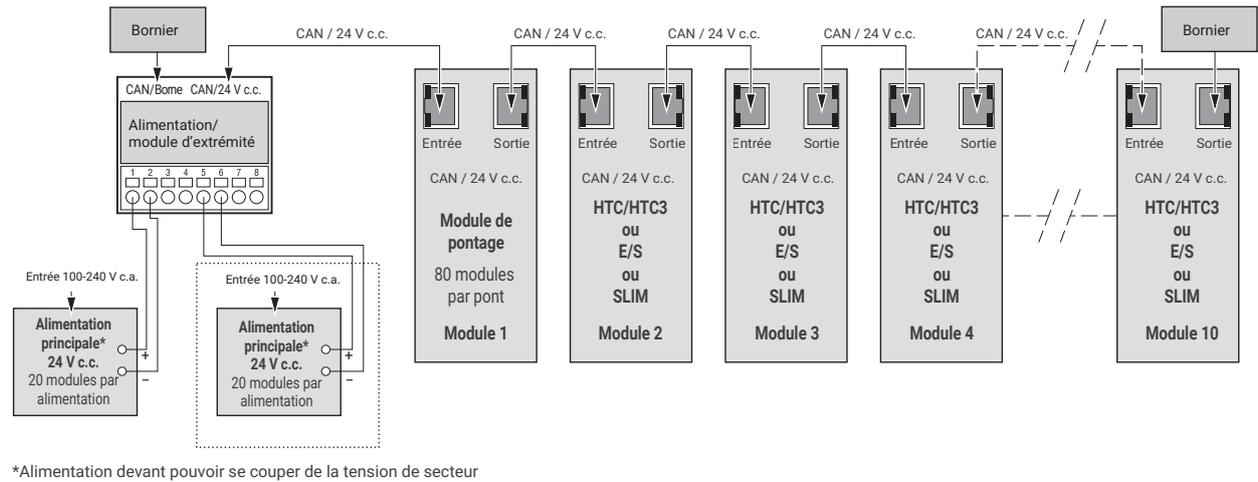

Figure 8. Connexions réseau CAN pour 10 modules max.
- Topologie : en guirlande, terminaison par un bornier CAN TTC (voir Figure 8).